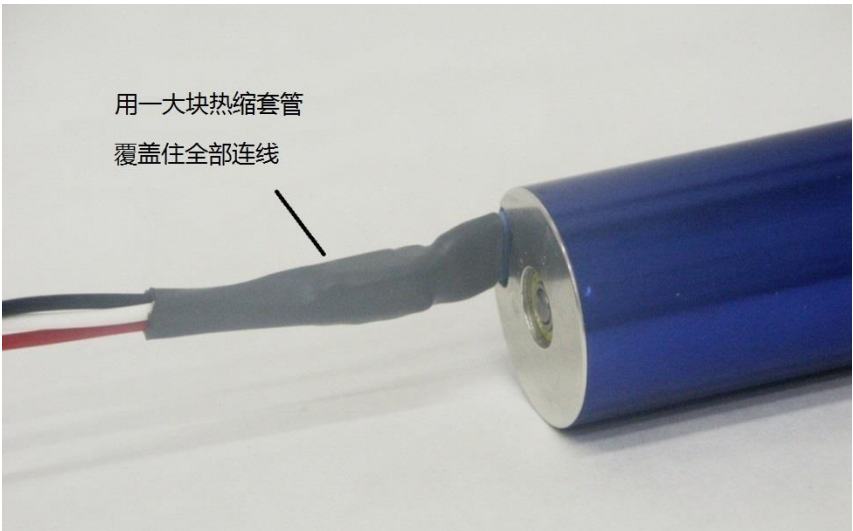

图 2-10
- 当连接处覆盖完毕后，用一大块热缩套管将三个接头包裹为一组。趁热缩套管还热时，将导线在电机后编成一个“小辫子”（图 2-10），为组装内壳体留出空间。